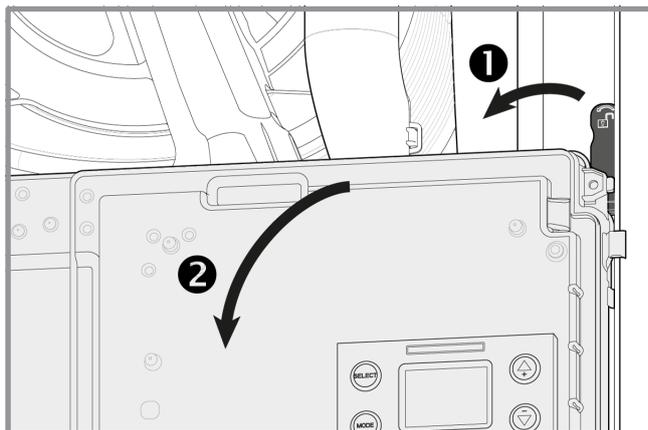

figura 22 - Acceso al cuadro eléctrico
- Desbloquee para bajar la caja eléctrica (1/2 figura 22).